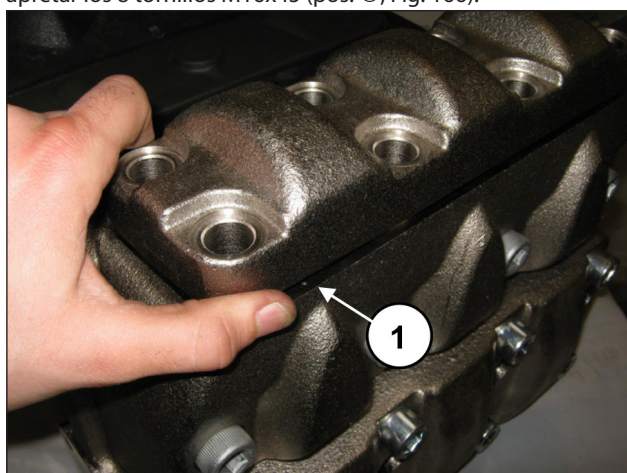
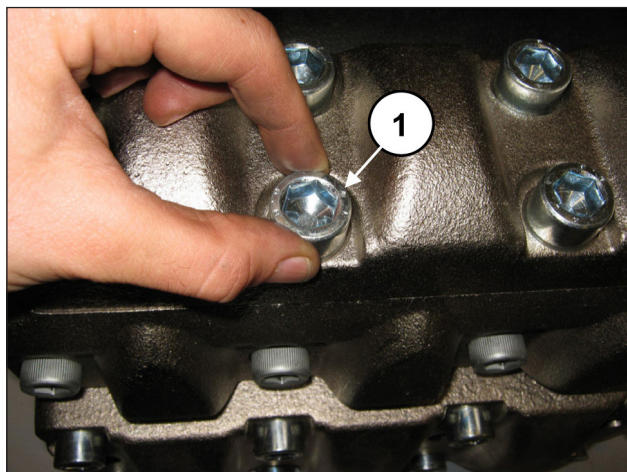

Fig. 165
Fig. 166
Al terminar de montar los grupos de la válvula de envío, aplicar la tapa de las válvulas de envío (pos. ①, Fig. 165) y apretar los 8 tornillos M16x45 (pos. ①, Fig. 166).